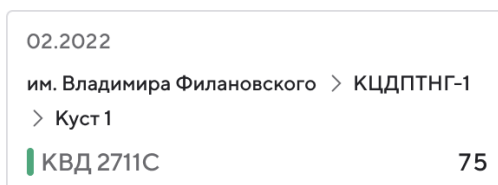

Рисунок 201 – Дополнительное окно с информацией по выбранному оборудованию
6. Подведите указатель к столбцу диаграммы оборудования. Откроется дополнительное окно (Рисунок 201).